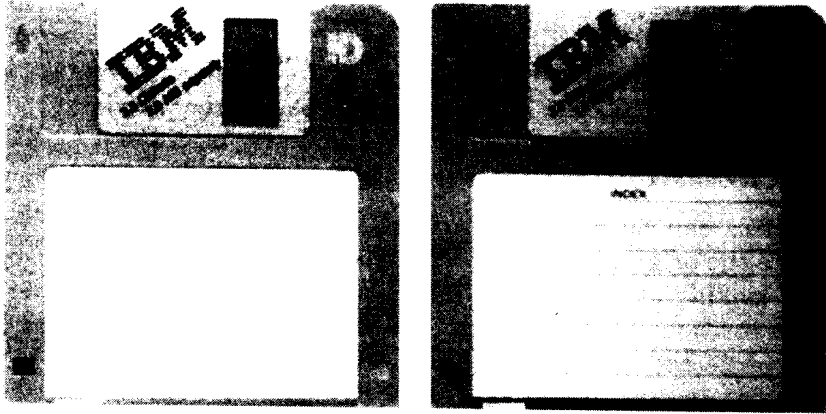

图 1-9 3½"盘的存储容量从标准的 720KB 到高密 1.44MB
1.44MB 硬壳软盘由于其存储容量大不易损坏等优点而成为最受人们欢迎的信息存储介质。硬壳软盘大多为 $3\frac{1}{2}$ " 盘。它有一个塑料外壳和金属屏障以免灰尘等进入磁盘表面。图 1-9 是 $3\frac{1}{2}$ " 盘组成图。 $3\frac{1}{2}$ " 盘的存储容量可以由标准的 720KB 到 1.44MB 高密盘不等。无论哪种类型的磁盘,尽管可能会格式化过,但在使用前也要进行格式化处理。可读取 CD 盘、磁带或 ZIP 的驱动器也是很常用的存储信息方法。